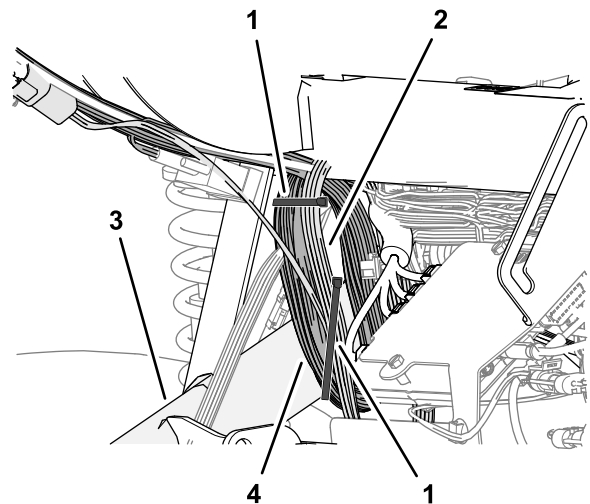

Figura 203
1. Enrolle el arnés del Bus ISO-CAN y átelo al arnés de datos de navegación y eléctrico con una brida (Figura 203).
2. Sujete el arnés del Bus ISO-CAN y el arnés de datos de navegación y eléctrico al tubo derecho del bastidor con una brida, como se muestra en la Figura 203.